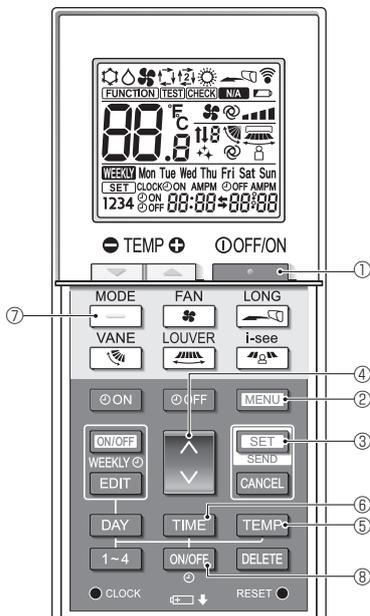
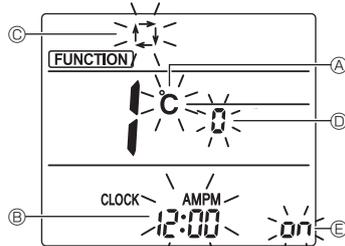

Fig. 6-9
Fig. 6-10
- 1 Druk op de toets [STOP] ① om de airconditioner te stoppen.
- 2 Druk op de toets [MENU] ②. Het functie-instellingsscherm wordt weergegeven en het functienummer A knippert. (Fig. 6-9)
- Druk op de toets ↓ ④ om het functienummer te wijzigen.
- 3 Controleer of functienummer 1 wordt weergegeven en druk op de toets [SET] ③. Het scherm voor het instellen van de weergave wordt weergegeven. (Fig. 6-10)